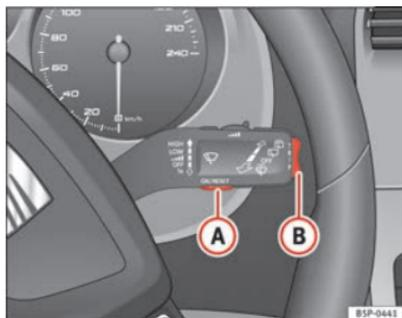
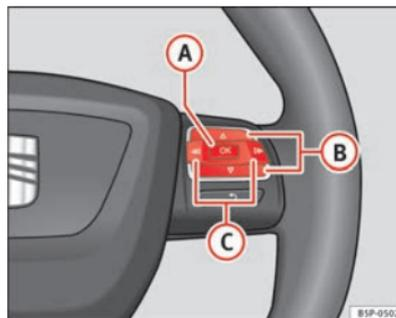

Abb. 45 Scheibenwischerhebel: Taste A zum Bestätigen von Menüpunkten und Wippe B zum Wechseln der Menüs
Abb. 46 Bedienelemente am Lenkrad: Taste A zum Bestätigen der Menüpunkte und Tasten B zum Wechseln der Menüs
- Zum Aufrufen des Menüs „Einstellungen“ drücken Sie die Taste **C** ⇒ Seite 70, Abb. 46, bis die entsprechende Anzeige am Display erfolgt. Nun befinden Sie sich in diesem Menü.
- Zum Umschalten zwischen den Speichern drücken Sie bei eingeschalteter Zündung kurz die Taste **A** ⇒ Seite 70, Abb. 45 ⇒ Seite 70 am Scheibenwischerhebel oder die Taste **OK** am Multifunktionslenkrad ⇒ Seite 70, Abb. 46 ⇒ Seite 70. ▶
In der Multifunktionsanzeige können Sie durch Betätigen der Wippe **(B)** ⇒ Seite 70, Abb. 45 ⇒ Seite 70 am Scheibenwischerhebel oder durch Drücken der Taste **(Δ)** bzw. **(▽)** ⇒ Seite 70, Abb. 46 am Multifunktionslenkrad\* die folgenden Daten abfragen.